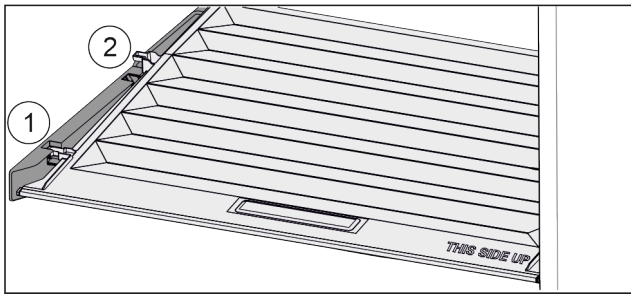

Fig. 136
- ▶ Deckel bis zur Öffnung in den Halteteilen nach vorne ziehen Fig. 136 (1).
- ▶ Hinten von unten anheben und nach oben wegnehmen Fig. 136 (2).